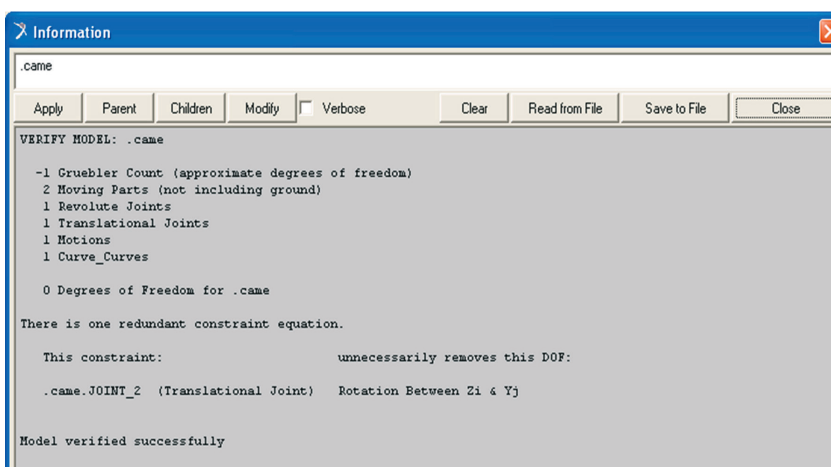

Figura 3.19 – Verificação do modelo.
- Uma janela com as informações do modelo aparecerá, conforme mostrado na Figura 3.19. Analise as informações exibidas e feche a janela clicando em *Close*.